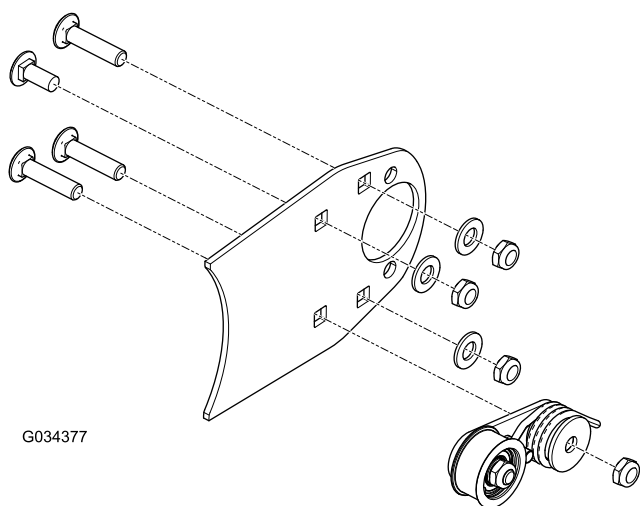

**Figura 4**
6. Retire las tuercas, los pernos y las arandelas de la placa de cepillo (Figura 4).
7. Retire el conjunto tensor de la placa de cepillo, y deseche la placa de cepillo (Figura 4).